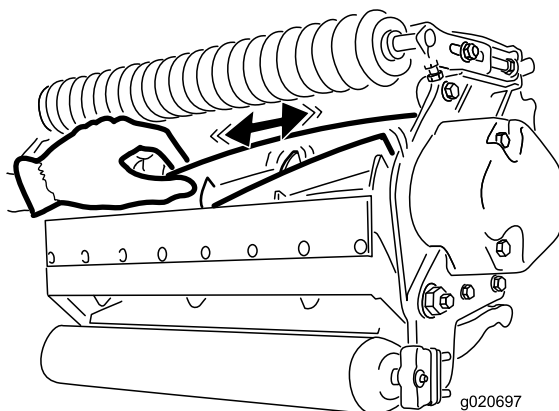

Figura 30
2. Utilizando um pano ou uma luva almofadada, segure a lâmina do cilindro e tente mover o conjunto do cilindro de um lado para outro (Figura 30).